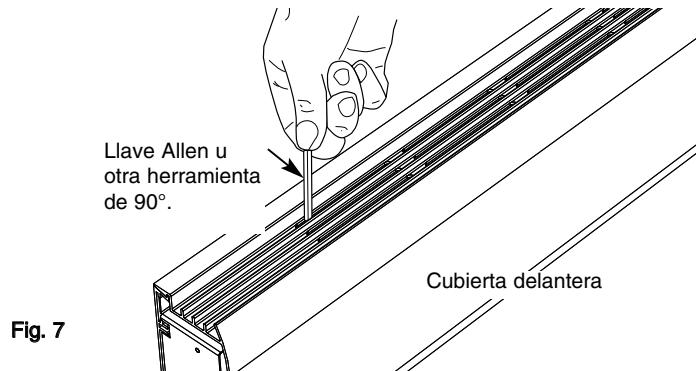

Fig. 7
- Para limpiar el interior del calefactor se requerirá el desmontaje de la cubierta delantera. Para desmontar la cubierta delantera, primero desenganche el seguro de cierre a presión trasero superior. Utilice una herramienta en forma de "L", tal como una llave Allen, para levantar debajo de la rejilla entre la hilera trasera de ranuras (vea la Fig. 7). Comience en cualquier extremo y levante la cubierta delantera hasta que la tensión en la cubierta desprendra el gabinete. Continúe moviéndose a todo lo largo del calefactor hasta que la cubierta se suelte.